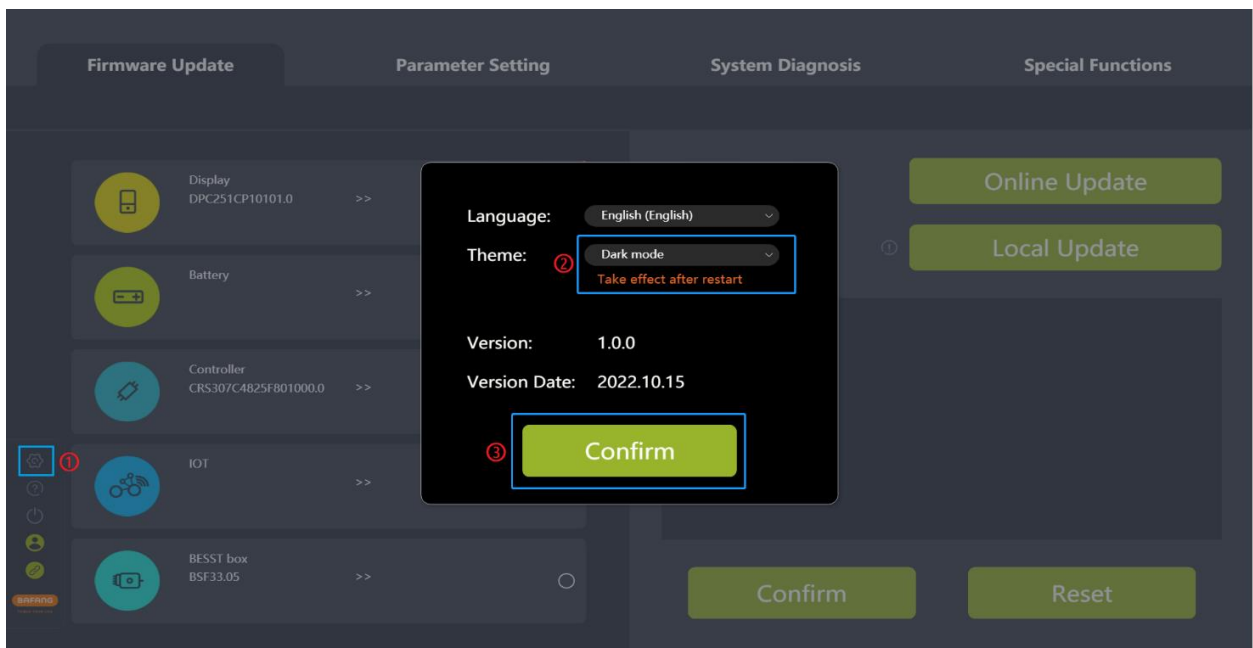

图 8-4 主题
- (1) 选择“设置”图标；
- (2) 在主题下拉列表选择所需主题（如图 8-4）；
- (3) 点击“确认”；
- (4) 重启软件，重启后所选主题生效。